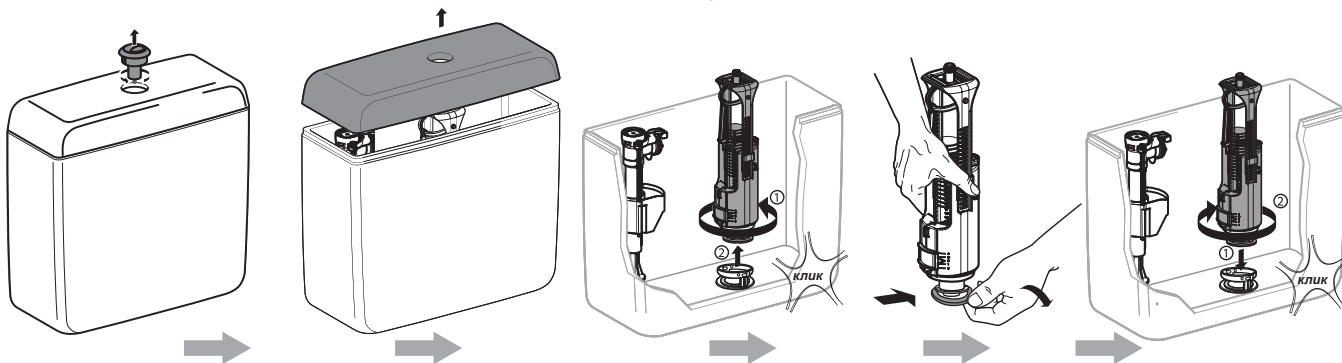

Рис. 13.
1.1. Протекает запорное кольцо (рис. 13).